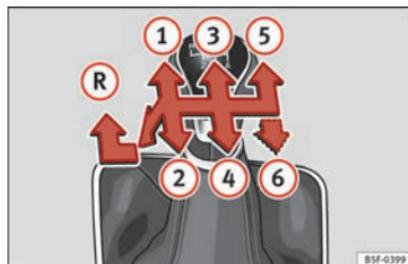

Fig. 42 Schema di un cambio manuale a 5 marce o a 6 marce.
Nella leva selettoria sono indicate le posizioni delle marce » **fig. 42**.
- Per inserire la retromarcia, con la leva selettoria in posizione di folle, spingerla verso il basso, muoverla a fondo a sinistra e quindi in avanti » **fig. 42** .